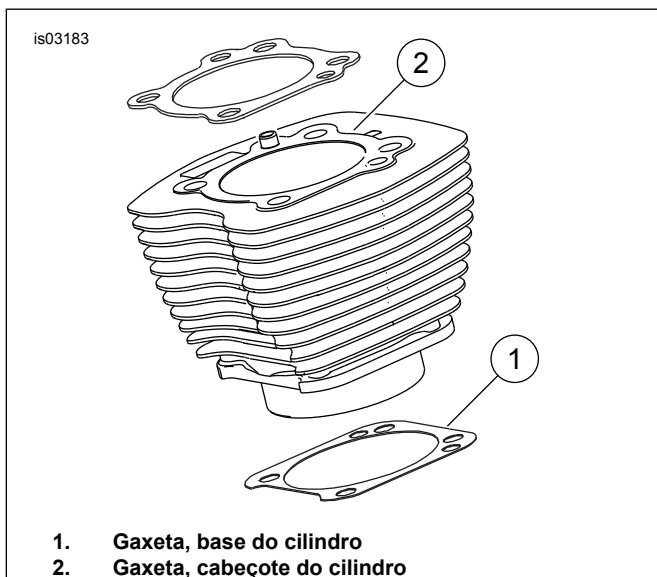

Figura 1. Gaxetas dos cilindros
Figura 1. A gaxeta da base do cilindro de 103,12 mm (4,060 pol.) (1) e a gaxeta do cabeçote do cilindro (2) eliminam a necessidade de anéis de vedação "o-ring". Não use anéis de vedação "o-ring" em pinos de encaixe do cilindro ou em bicos do cilindro.